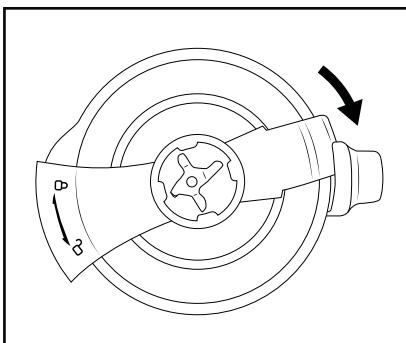

Fig. 3
- Rode o bloqueio da tampa **14** 90° no sentido dos ponteiros do relógio (sentido). Num dos lados, o bloqueio da tampa **14** desloca-se sobre o bico de esvaziamento e, no outro lado, para dentro da pega do liquidificador **16** (fig. 3).